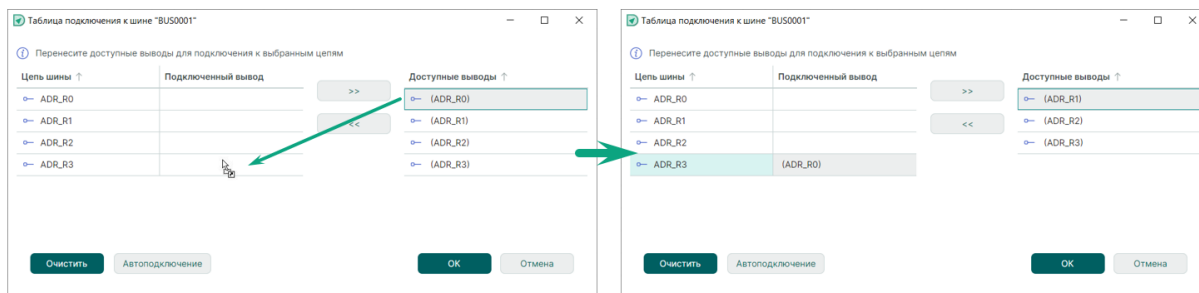

Рис. 200 Использование механизма «drag-and-drop» для установки соответствия между выводом и цепью шины
2. Переместите курсор мыши в левую часть окна в строку с именем подключаемой цепи шины, удерживая кнопку мыши зажатой, см. Рис. 200.